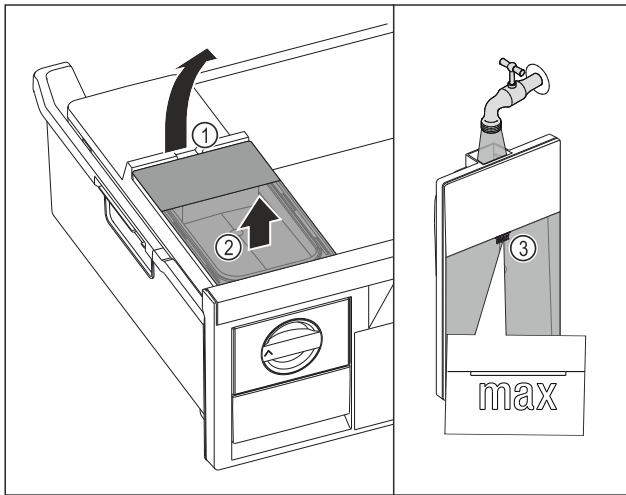

Fig. 100
- ▶ Підняти бак для води за заглиблення Fig. 100 (1).
- ▶ Вийняти бак для води рухом вгору. Fig. 100 (2)
- ▶ Наповнити бак для води питною водою до позначки Fig. 100 (3).